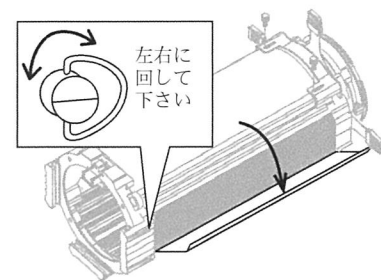

図 12
1. ドアラッチ(掛け金)を回転させてレンズアクセスタアを開けて下さい。(図 12)